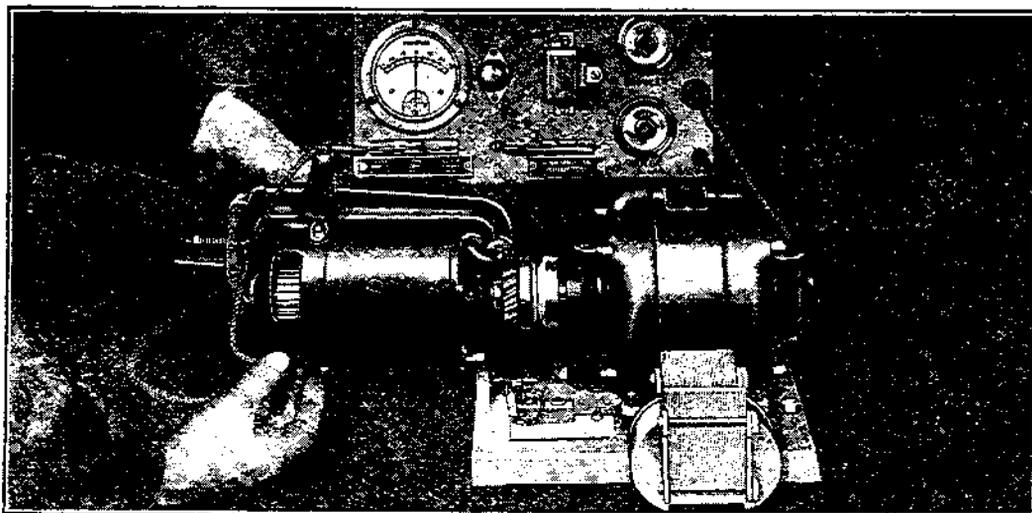

Fig. 512
**1074** — Ayant démonté la génératrice de la voiture, s'assurer que les balais ne sont pas usés, que les ressorts ne sont pas affaiblis ni cassés et que les connexions ne sont pas dessoudées. Si les ressorts et les connexions sont en bon état, mettre la génératrice sur le banc d'essai. Brancher le fil du banc à la génératrice et fermer l'interrupteur de gauche. (La génératrice fonctionne ainsi en moteur.) Observer les détails suivants. (Pour faire cet essai, il est parfois nécessaire de faire démarrer l'induit à la main. (Voir fig. 512.)